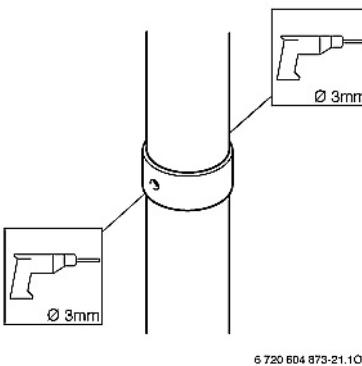

Fig. 20
- ▶ Boor gaatjes van Ø 3 mm in de buis voor de verbrandingslucht. Maximale diepte van de gaatjes: Ø 8 mm! (fig. 20)
- ▶ Faire des trous de Ø 3 mm sur le tube d'air de combustion. Profondeur maximale du trou: Ø 8 mm! (fig. 20)